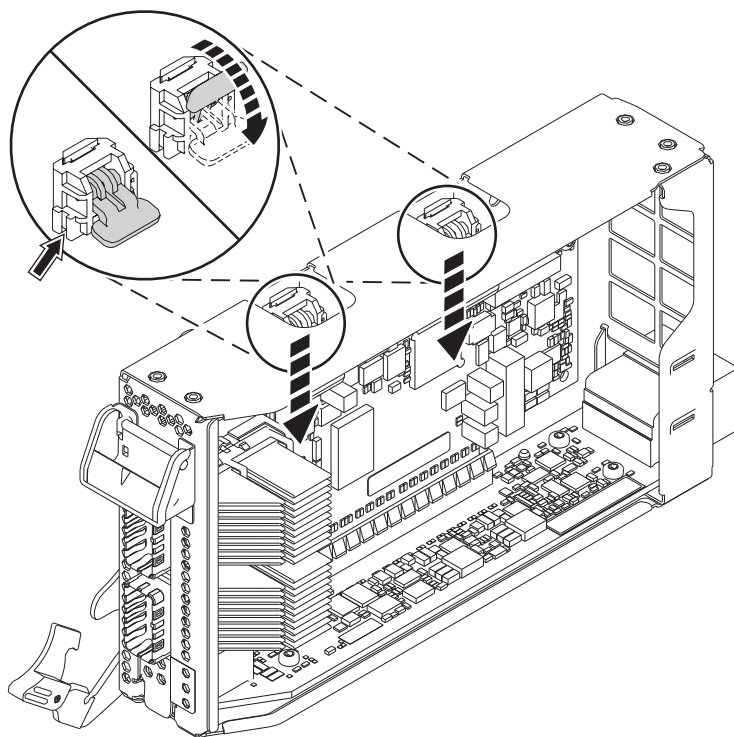

Figura 7. Bloqueig dels trinquets del casset
- d. Feu girar els trinquets del casset que es troben a l'extrem superior del casset perquè quedin fixats al seu lloc. Consulteu Figura 7.